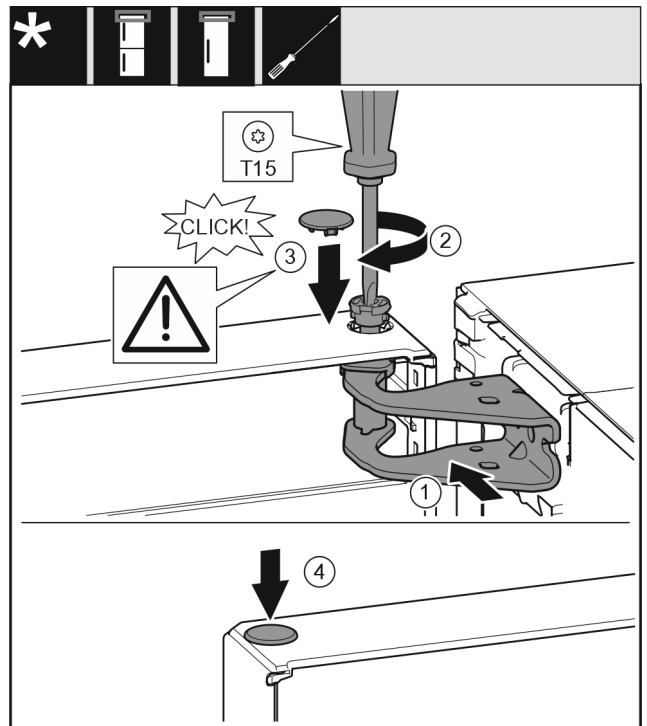

Fig. 30
- Niveloni derën lart për hapjen e saj në bazamentin mbështetës Fig. 30 (1).
- Futni bulonin Fig. 30 (2) dhe mbërthejeni me një kaçavidë.
- Vendosni kapakun mbulues Fig. 30 (3).
- Kontrolloni nëse kapaku mbulues Fig. 30 (3) qëndron mbi derë.
- Vendosni kapakun mbulues Fig. 30 (4).